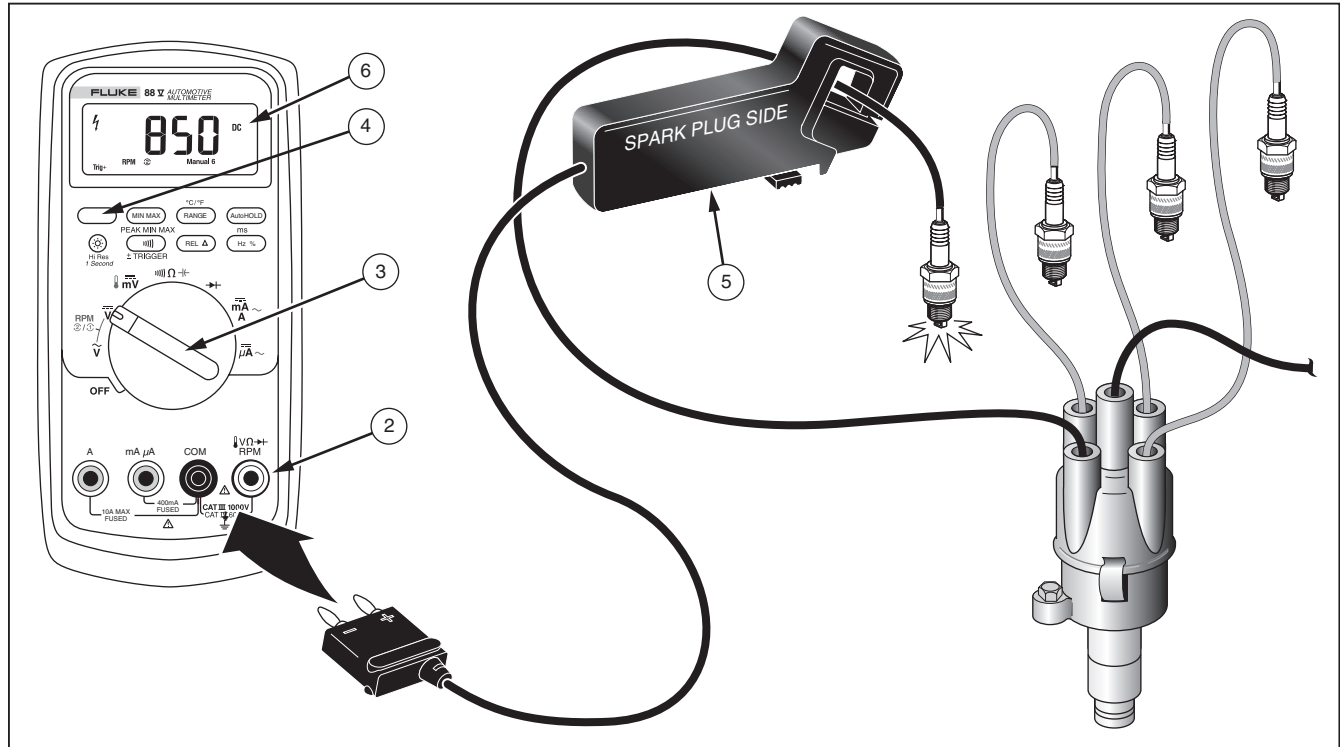

Figura 9. Medición de RPM con un dispositivo de captación inductiva
2. Conecte el conector de salida del dispositivo de captación inductiva en los terminales de entrada, tal como se ilustra. Asegúrese de que el conector (-) esté en COM y que el (+) esté en RPM. Consulte la figura 9.